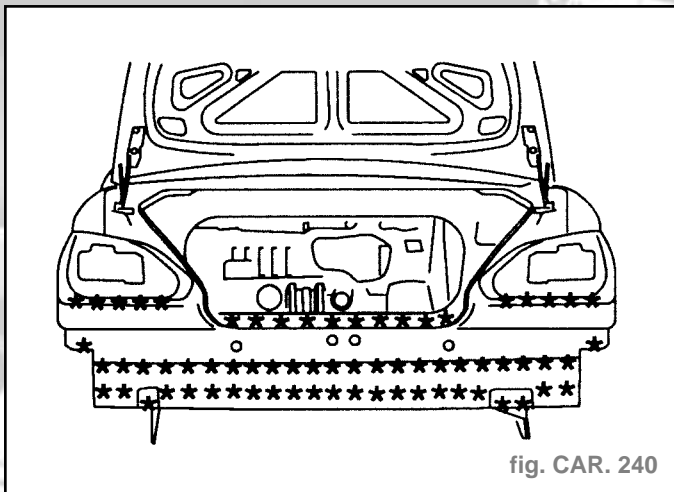

fig. CAR. 240
- Découpage par fraisage des points (fig. CAR. 240).